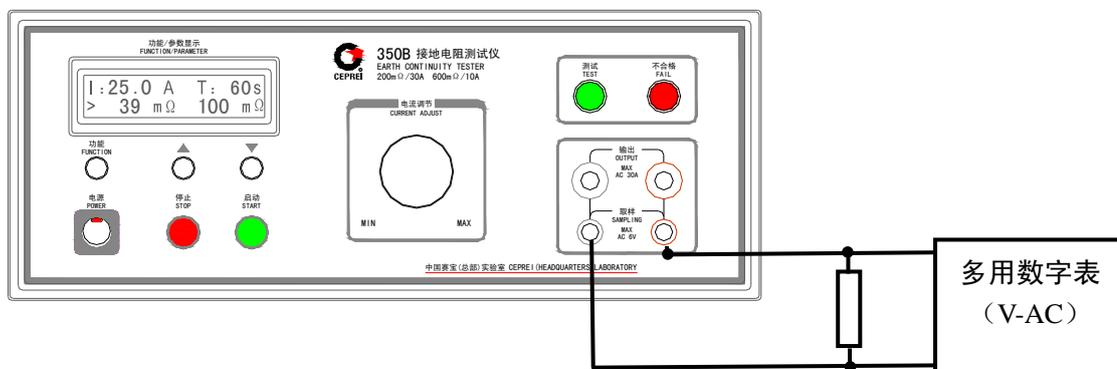

图 14 电压参数调试校准示意图
(1) 在进行电压参数调试校准时，需外接试验电阻（100mΩ、200mΩ、1kΩ）和多用数字表，调校 LCD 显示的电压值，见图 14 电压参数调试校准示意图。
(2) 仪器按图 14 连接后，按“功能”键，选择参数 A、B、C、D 和 E：
(3) 按“启动”键，通过“电压调节”旋钮调节电压，如果 LCD 显示的电压值小于电压表的数值，按“停止”键，再通过按“递增(▲)”键增加 A、或 B、或 C、或 D 的参数值，设置完后，又按“启动”键，观察 LCD 电压显示值是否和电压表的数值相同，如果不相同，再改变 A、或 B、或 C、或 D 的参数值，直到相等为止；
(4) 如果 LCD 显示的电压值大于高压表的数值，按“停止”键，再通过按“递减(▼)”键减少 A 或 B、或 C、或 D 的参数值，设置完后，按“启动”键，观察 LCD 电压显示值是否和高压表的数值相同，如果不相同，再改变 A 或 B、或 C、或 D 的参数值，直到相等为止。